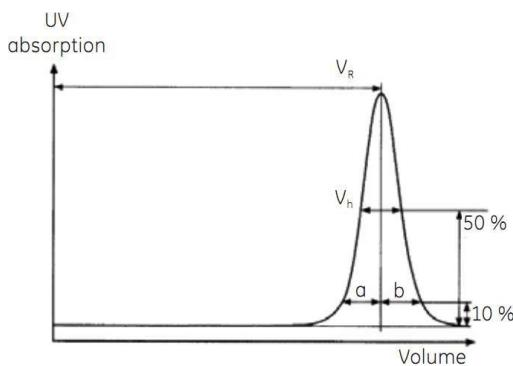

图 1. 柱效检测方法实例
如图 1 所示计算理论塔板数，用如下公式： $N/m = 5.54 (V_R/V_h)^2 \times 1000/L$
计算峰不对称系数 (AS) 公式如下： $AS = b/a$ (如图 1 所示)